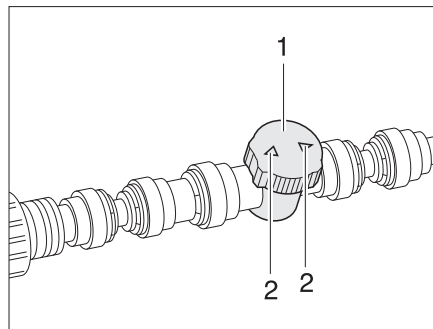

Fig. 111 Regulador del calentamiento del piso/calentamiento para depósito de aguas residuales
- Ajustar el regulador (Fig. 111,1) en el rendimiento de paso deseado (paso máx. = flechas (Fig. 111,2) en la misma dirección que la tubería).
- Girar el regulador (Fig. 111,1) de tal manera que las flechas (Fig. 111,2) queden en posición transversal a la tubería de calefacción.